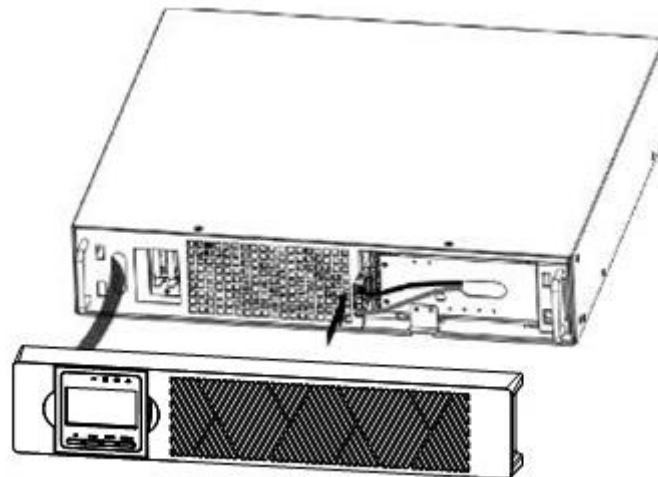

Figura 2: Conexión de las baterías internas del SAI
- b) Conecte el conector de la batería interna (Ver Figura 2). Conecte rojo con rojo, Presione el conector firmemente para asegurar una conexión adecuada.